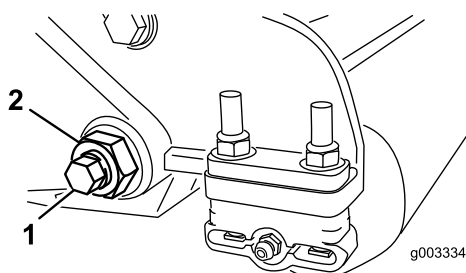

図 27
- ベッドバーボルト (図 27) を固定しているロックナット (機体両側) をゆるめる。
- 各ベッドバー・ボルトを抜いて、ベッドバーを下に引き抜いて外す (図 27)。ベッ